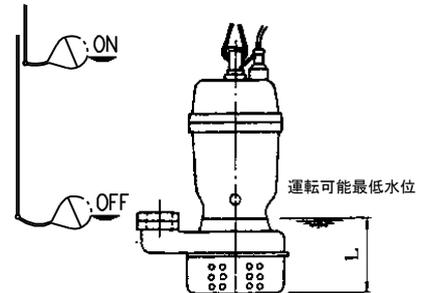

図 3
- 8) 非自動形ポンプ (DS 型) は、フロートによる自動運転装置が内蔵されていないので、ポンプ運転水位には十分注意してください。なお運転可能な最低水位付近で10分以上の連続運転で使用しますと、電動機内蔵のオートカットが作動しますのでご注意ください。必ず自動運転装置を図3の如く設け、空運転がないように停止水位を運転可能最低水位より高く設定してください。また、始動水位はポンプが完全に水没する水位より高く設定してください。